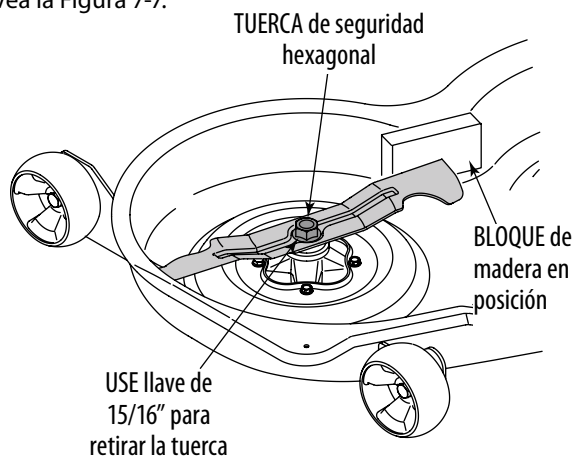

Figura 7-7
- Use una llave de 15/16 pulgadas para sostener la tuerca hexagonal en la parte superior del conjunto del husillo cuando afloje la tuerca hexagonal que fija la cuchilla. Se puede colocar un bloque de madera entre el alojamiento de la plataforma y el borde de corte de la cuchilla para ayudar a aflojar la tuerca hexagonal que fija la cuchilla. Vea la Figura 7-7.